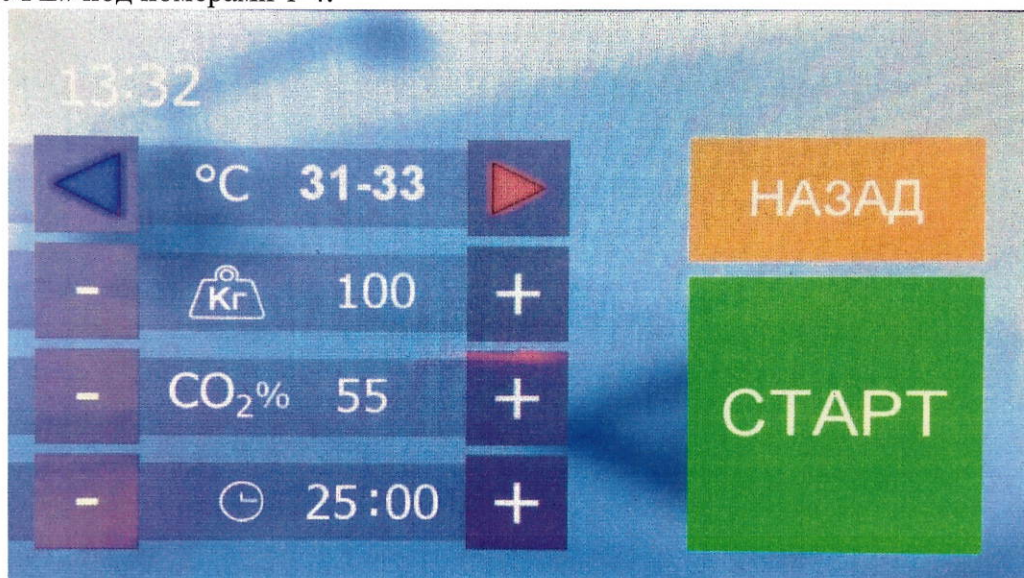

**Рис. 8.**
8.7. Если необходимо изменить параметры процедуры, то нажмите кнопку «ИЗМЕНИТЬ» и введите (Рис. 8,8а):
Рис. 8а.